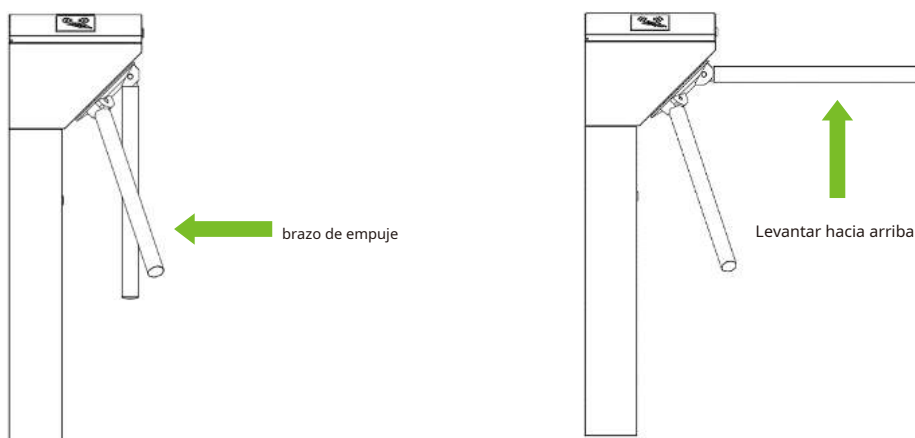

Figura 2-2
4. Levante el brazo manualmente, como se muestra en la Figura 2-2.